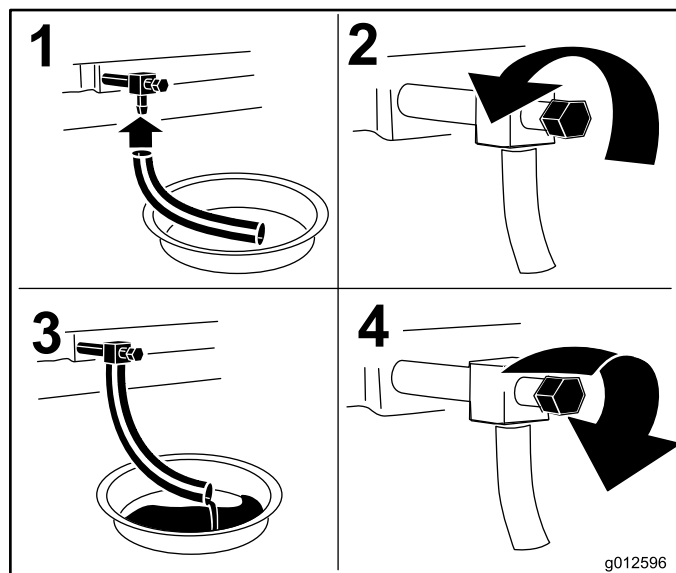

Figure 43
3. Avant de quitter la position de conduite, coupez le moteur, enlevez la clé de contact et attendez l'arrêt complet de toutes les pièces mobiles (Figure 43).
4. Vidangez l'huile moteur, comme montré à la Figure 43.